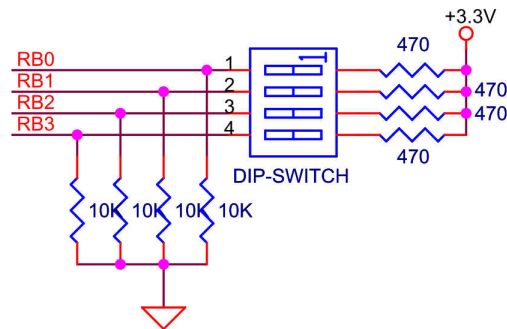

Figura 6. *Dip-switch* de 4 posições ligado a 4 bits do porto B.
6. Escreva um programa que leia o valor do *dip-switch* de 4 bits (ligado aos portos **RB3** a **RB0**, Figura 6), faça a conversão para o código de 7 segmentos respetivo e escreva o resultado no *display* menos significativo (não se esqueça de configurar previamente os portos **RB3** a **RB0** como entradas).